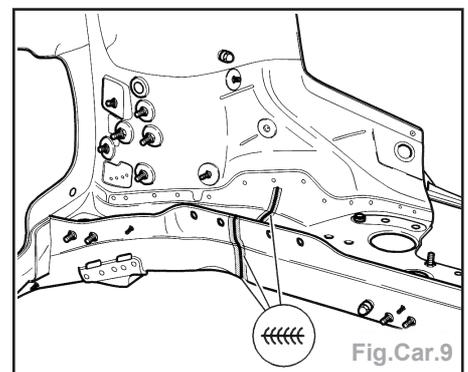

Fig.Car.9
- Souder la ligne de séparation par soudure pleine sous gaz protecteur (Fig.Car.9).